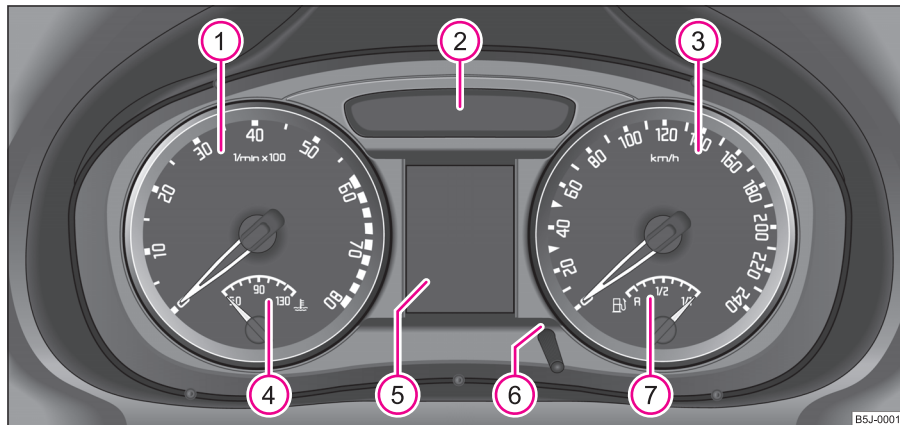
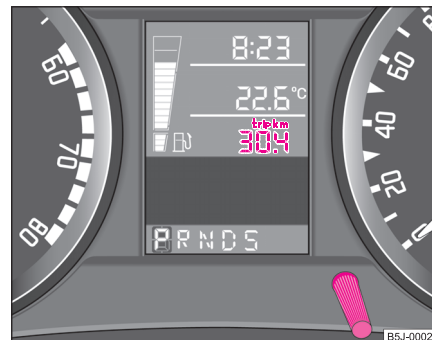

Fig. 2 Cuadro de instrumentos
Fig. 3 Display:
El comienzo de la zona roja en el cuentarrevoluciones ① ⇒ página 15, fig. 2 marca el número de revoluciones máximo admitido para todas las marchas del motor rodado y a temperatura de servicio. Antes de alcanzar esta zona, Vd. debería cambiar a la marcha inmediatamente superior o elegir la posición **D** de la palanca selectora del cambio automático.
El indicador de la temperatura del líquido refrigerante ④ ⇒ página 15, fig. 2 funciona sólo con el encendido conectado.
El indicador del nivel de combustible (7) ⇒ página 15, fig. 2 funciona sólo con el encendido conectado.
Pulsando brevemente el botón de reposición (6) ⇒ página 15, fig. 2 Vd. puede conmutar entre el contador parcial y el contador total del trayecto recorrido. A fin de reconocer qué contador para trayecto recorrido se muestra en ese momento, aparecerá por encima del contador parcial **trip** ⇒ fig. 3.
Para poner en hora el reloj hay un botón de reposición en el lado inferior izquierdo, junto al velocímetro ⇒ página 15, fig. 2.